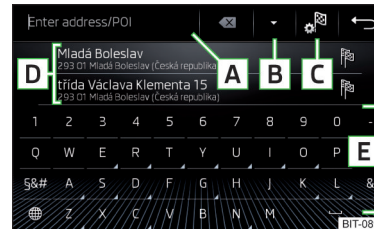
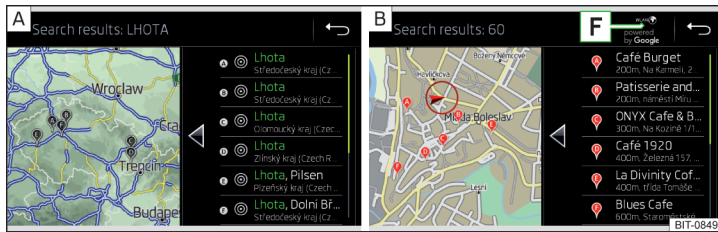

Abb. 157
Abb. 158 Liste der aufgesuchten Ziele: in den Navigationsdaten / online
Funktionsflächen » Abb. 157 und » Abb. 158
Im Bereich **D** » Abb. 157 wird eine Liste der aufgesuchten Ziele angezeigt.
- ▶ **oder:** Die Funktionsfläche **B** » Abb. 157 antippen.
- In den Navigationsdaten aufgesuchte Ziele » Abb. 158 - **A**.
- Online aufgesuchte Ziele » Abb. 158 - **B**.